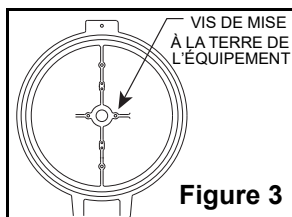

Figure 3
2. Effectuer la mise à la terre de la support de luminaire assemblé. Si le support n'est pas mise à la terre par un chemin de câbles métallique, tel un conduit en métal, un fil de mise à la terre séparé doit être fourni. Fixer ce fil de mise à la terre à la « VIS DE MISE À LA TERRE DE L'ÉQUIPEMENT ». L'emplacement de la vis de mise à la terre de l'équipement est marqué sur chaque support à l'exception du cône de suspension. Se reporter à la Figure 3 pour l'emplacement de la vis de mise à la terre de l'équipement dans le cône de suspension.